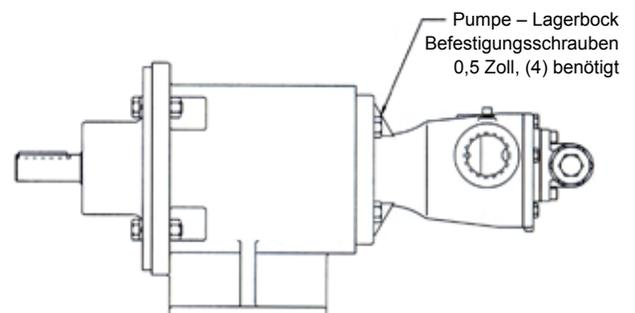

ABBILDUNG 36
- Beenden Sie die Montage, indem Sie die Pumpe am Lagerbock befestigen. (**Siehe Abbildung 36**). Stellen Sie sicher, daß die Stromversorgung der Pumpe unterbrochen ist. Überprüfen Sie den freien Lauf der Pumpe, indem Sie die Gebläseflügel des Motors oder die Welle des Lagerträgers drehen.